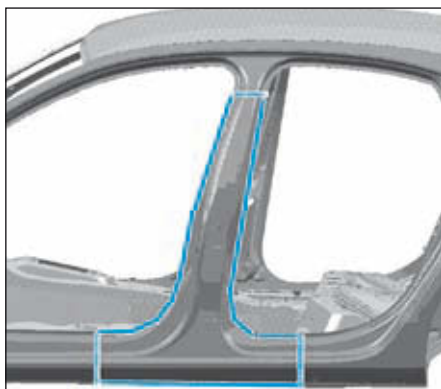

FIG.35
- Détacher l'assemblage d'origine (Fig.35).